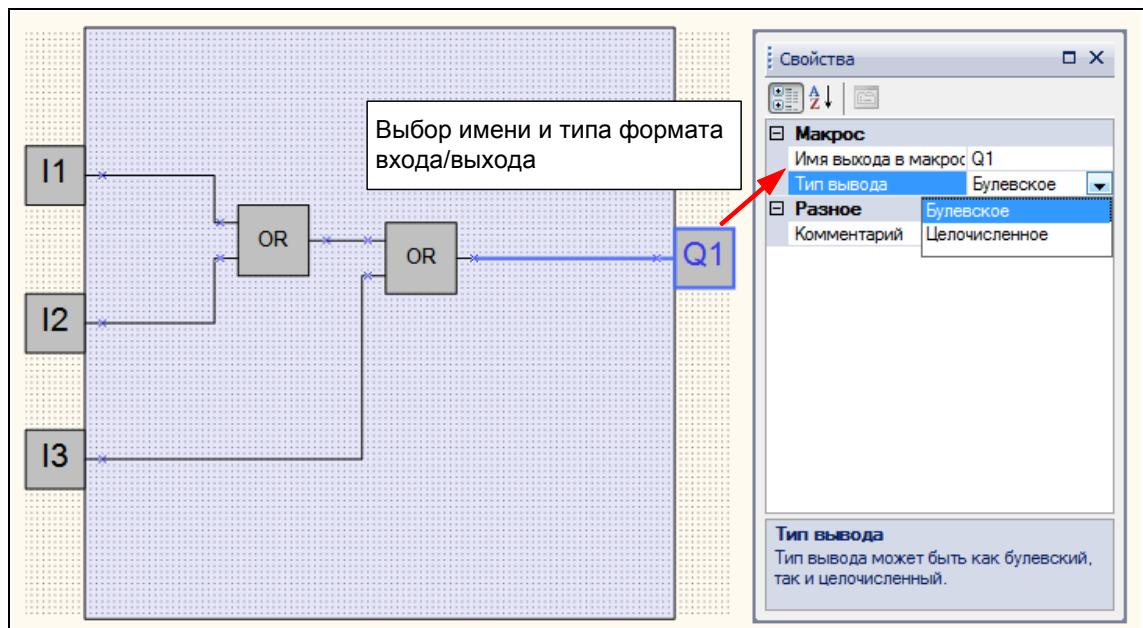

Рисунок 3.27 – Пример задания имени и типа выхода
- г) определение типов и имен входов/выходов (см. рисунок 3.27);